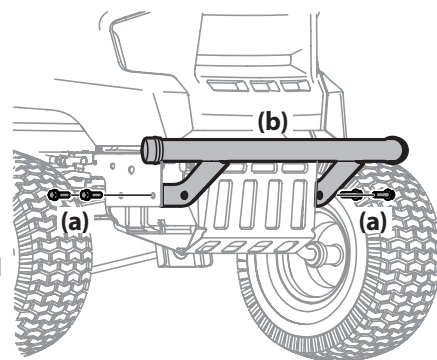

Figura 10
- Saque los cuatro tornillos hexagonales (a) del paragolpes (b). Consulte la Figura 10.
- Coloque los soportes del paragolpes hacia el interior del bastidor del tractor y fíjelos en su lugar con los cuatro tornillos hexagonales (a). Ajuste hasta 332-405 pulgadas-libras (37.5-45.75 N-m). Consulte la Figura 10.